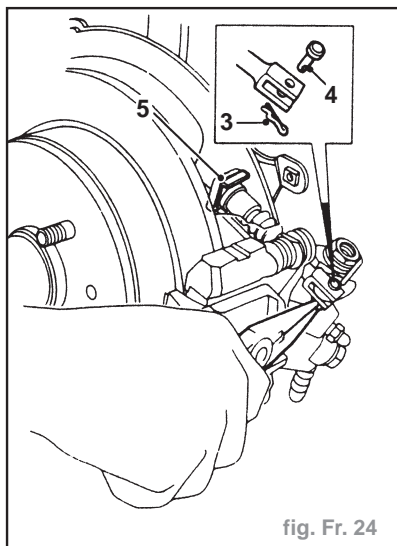

fig. Fr. 24
- Enlever l'attache (3) de l'axe de chape de câble de frein à main. Jeter l'attache (fig. Fr. 24).